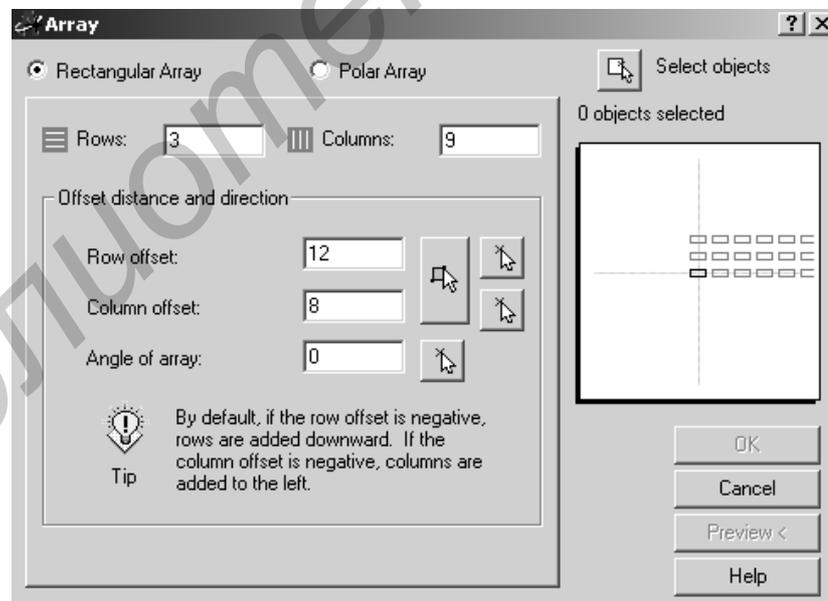

Рис. 24. Вид окна команды **ARRAY** при моделировании всех отверстий крышки пульта управления
4.2.7. По команде **ARRAY** открыть окно и установить указанные на рис. 24 параметры.